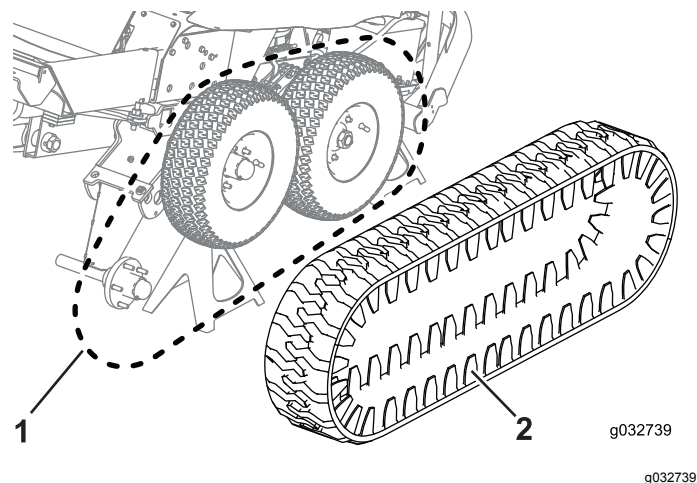

Bild 90
7. Verlegen Sie die Ketten um die Mitte und die Hinterräder (**Bild 90**).